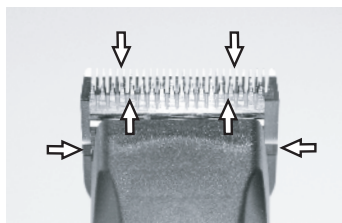

Fig. 24
Une fine couche d'huile sur le peigne supérieur et inférieur est indispensable pour obtenir un bon résultat de tonte et afin d'augmenter la longévité de la tondeuse (fig. 24).
- Lubrifiez les peignes suffisamment durant la tonte (au moins toutes 15 minutes), de manière à ce qu'ils ne passent pas à sec (fig. 24).
Il faut huiler les peignes avant, durant et après chaque usage. Si les peignes laissent des rayures, c'est un signe sûr que vous avez besoin de l'huile. Appliquez quelques gouttes de l'huile de l'avant et latéralement des peignes (flèches fig. 24). Enlevez de l'huile excédentaire avec un chiffon doux et sec. Des aérosols lubrifiants ne contiennent pas assez d'huile pour une bonne lubrification, mais sont appropriés pour la réfrigération des peignes. Changez immédiatement des peignes endommagés ou crénelés afin d'éviter des blessures.